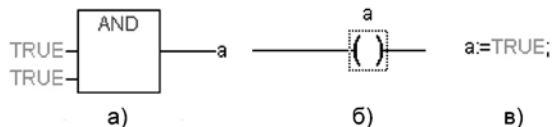

**Рисунок 7.2 - Окно создания основного POU**
7.4 После подтверждения настроек Target-файла необходимо создать основной POU (главную программу проекта). Окно этого диалога представлено на рис. 7.2. Главная программа всегда должна иметь тип **Program** и имя **PLC\_PRG**. Поэтому в данном диалоге необходимо выбрать только язык программирования (Language of the POU).